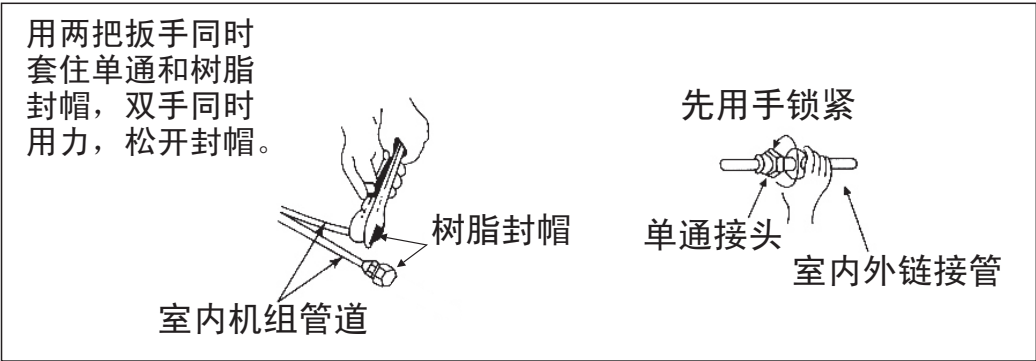

图33
- (1) 将树脂封帽拆开，如图33所示。
- (2) 连接时，应在单通螺牙及管的喇叭口上涂少许冷冻润滑油，以防螺牙损坏，且按图33所示对准管道拧紧。